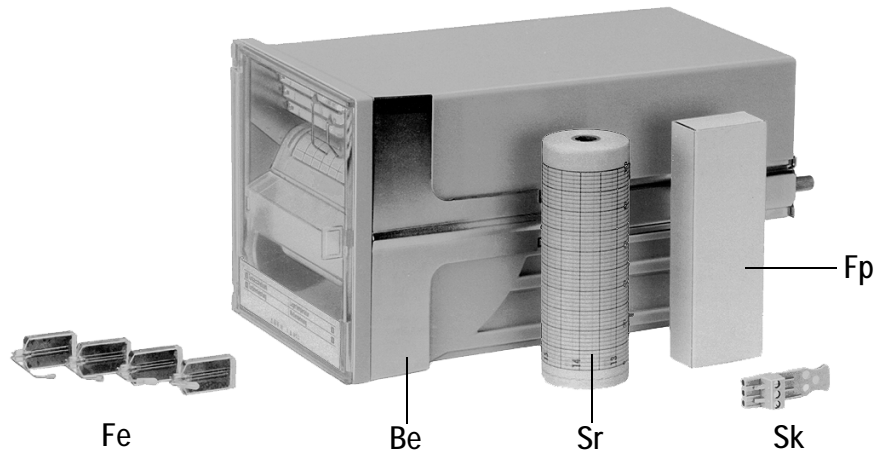

Bild 1 Lieferumfang des LINAX 4000L
1.1 Lieferumfang (siehe Bild 1)